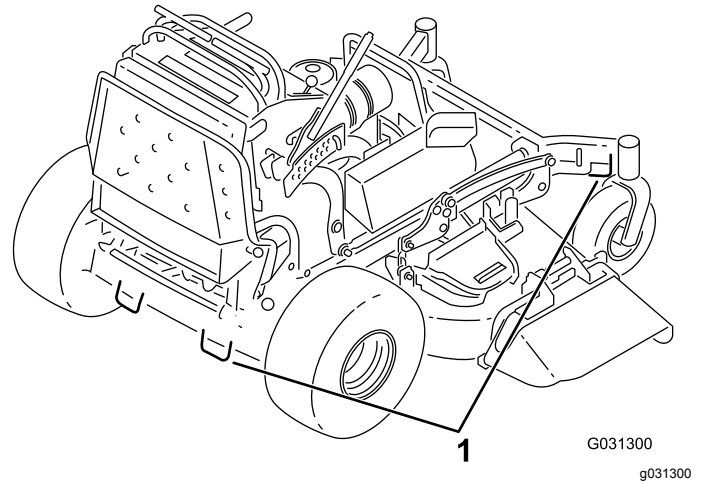

Figure 24
6. Servez-vous des points d'attache en métal de la machine pour l'arrimer solidement sur la remorque ou le véhicule de transport au moyen de sangles, chaînes, câbles ou cordes (Figure 24).